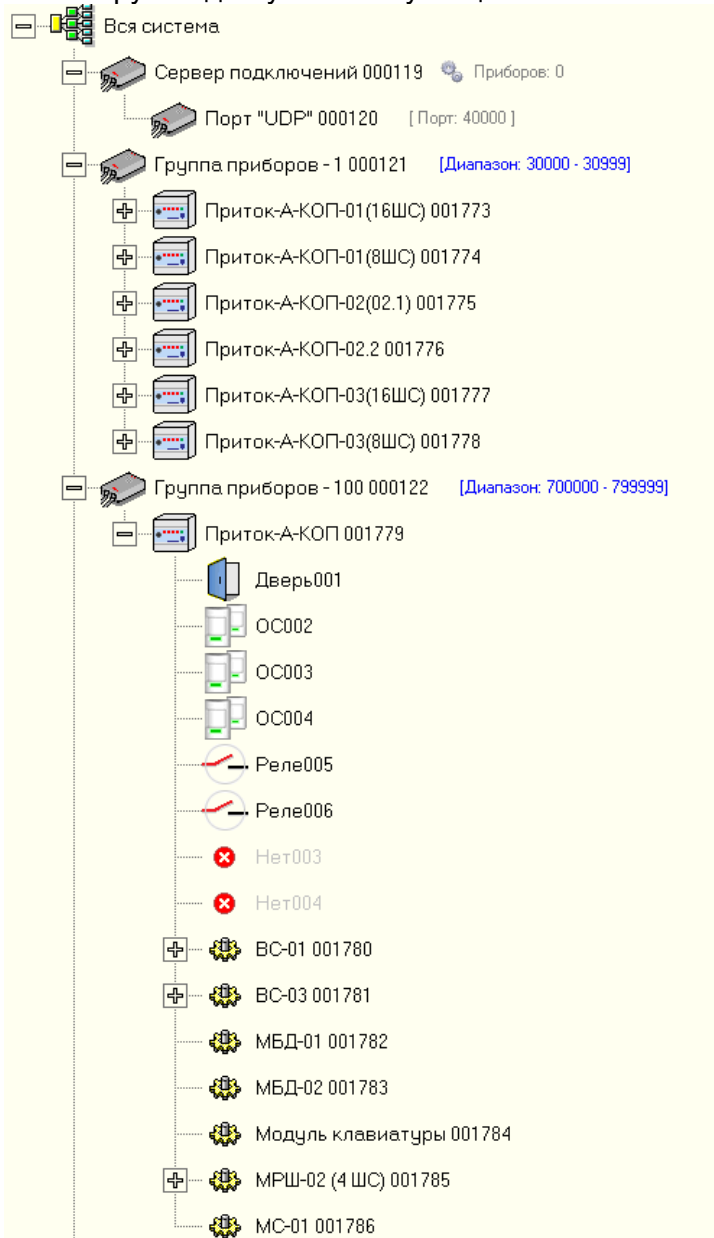

Рисунок 3 – Описание прибора в АРМ «Конфигуратор»
- Для описания прибора в АРМ «Конфигуратор» на ПЦН необходимо в «Группу приборов - 1» добавить устройство (см. рисунок 3) из списка:
При подключении к прибору модулей расширения шлейфов (МРШ-02, МБД-01, МБД-02), модулей индикации (Клавиатура ППКОП (М4), Приток-А-ВС-02), транзитных модулей (ВС-01, МС-01) в АРМ «Конфигуратор» на ПЦН необходимо добавить прибор в «Группу приборов - 100» (см. рисунок 3). Добавить модули согласно руководству по эксплуатации на них.